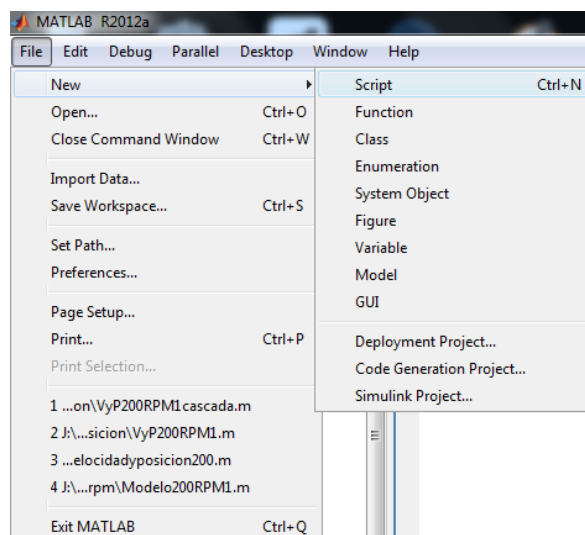

Figura 8. Procedimiento creación nuevo Script.
- En la pantalla principal de Matlab, haga click en *file*, después en *new script*. Como en la Figura 8. Se abrirá la pantalla *Editor*.